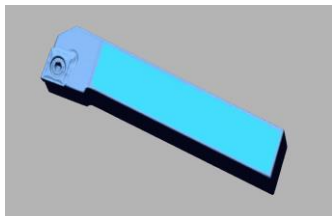
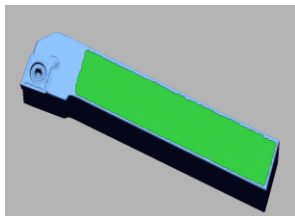

图 4.30 选择的区域
图 4.31 创建领域
1) 点击上方工具栏延长至近似部分图标，选择如图 4.30 所示区域，点击菜单栏领域>插入，创建如图 4.31 领域。